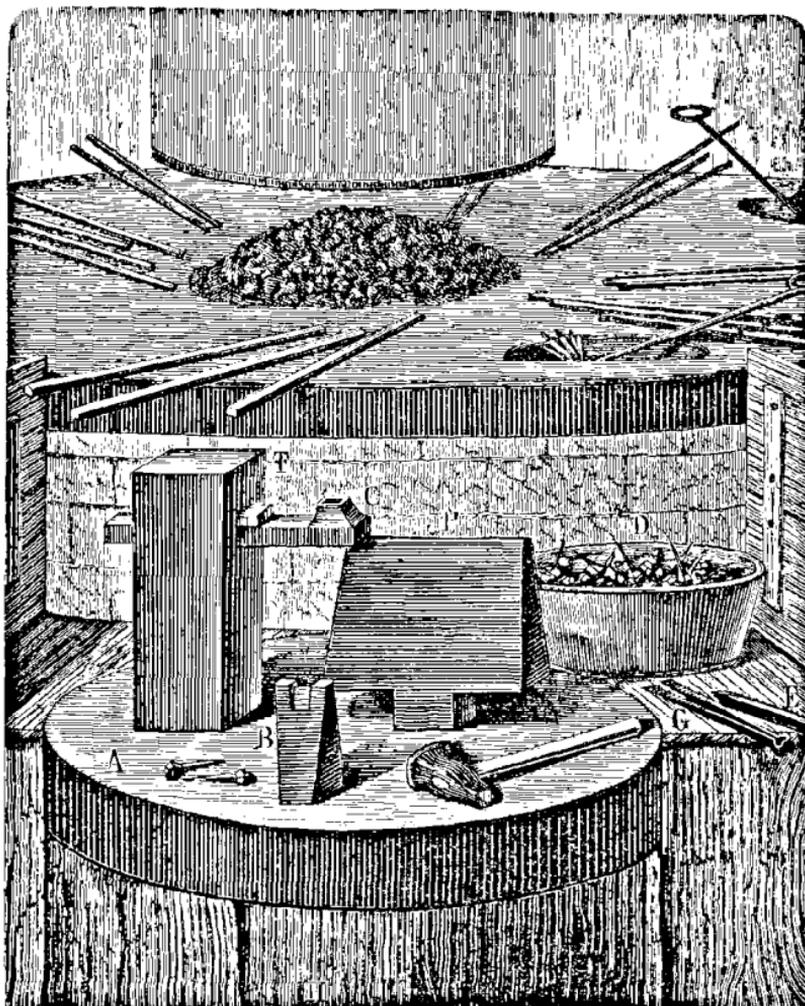

FIG. 46. — Outils du cloutier.
**Clous forgés.** — Les *clous forgés* se font avec du fer en verge de bonne qualité. L'ouvrier cloutier a toujours un certain nombre de verges qu'il fait chauffer dans le feu d'une petite forge à la houille (fig. 46 et 47). Le soufflet de la forge des Ardennes est le plus souvent mis en mouvement par un chien qui, placé dans une roue creuse, marche à l'intérieur et lui imprime un mouvement de rotation qu'un mécanisme très-simple communique au soufflet. Chaque ouvrier cloutier a ordinairement plusieurs chiens se succédant dans ce travail, qu'ils